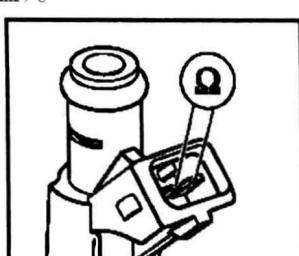

图1-1-21 示意图
(2) 如图1-1-21所示，将万用表（电阻挡）接到喷油阀上。规定值：12~13Ω（室温）。
(3) 如果未达到规定值：更换喷油阀。
(4) 如果达到规定值：检查供电电压。